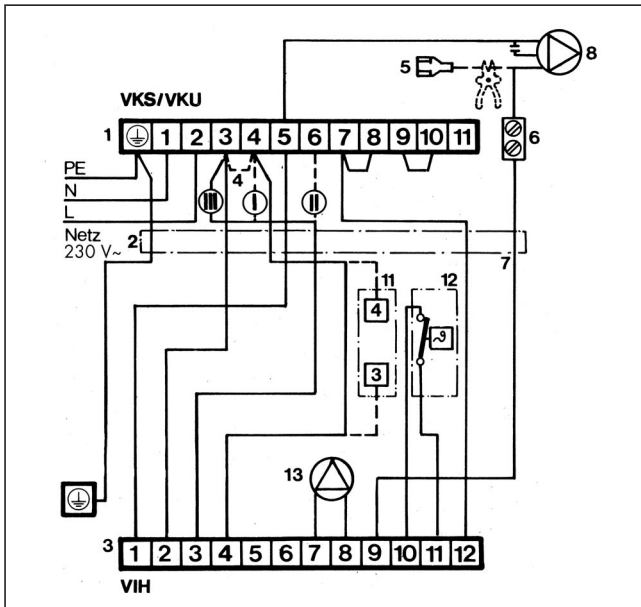

Abb. 4.6 Verdrahtungsplan
- Verdrahtung zwischen VIH-Schaltleiste und der Klemmleiste des Kessels gemäß Abb. 4.6 vornehmen.
- Gegebenenfalls Raum- oder Uhrenthermostat gemäß der gestrichelten Darstellung in Abb. 4.6